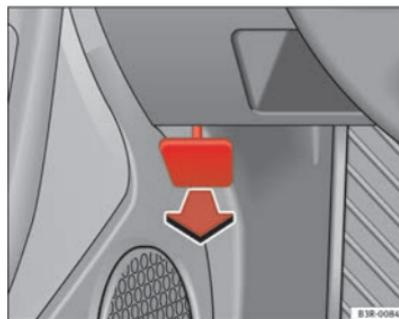

Fig. 164 Detalle de la zona reposapiés del lado del conductor: palanca para el desbloqueo del capó del motor.
- Tire de la palanca que hay debajo del tablero de instrumentos ⇒ fig. 164 en la dirección de la flecha.